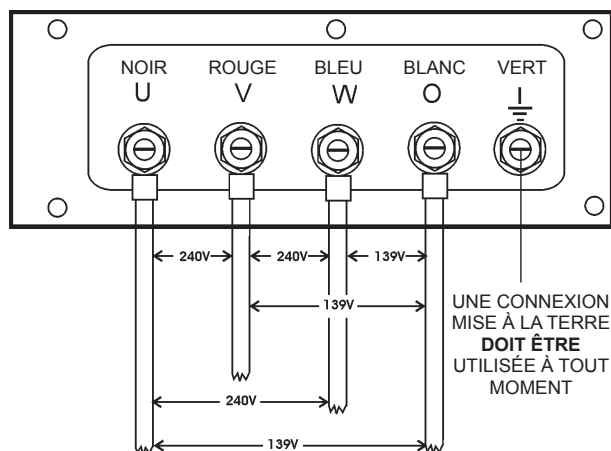

**Figure 21. Cosses de sortie UVWO
2. Connecter les fils de charge aux bornes UVWO comme indiqué dans la Figure 21.
3. Tourner le bouton du régulateur de tension (Figure 21) dans le sens horaire pour augmenter la tension de sortie, tourner dans le sens antihoraire pour diminuer la tension de sortie. Utiliser le bouton de réglage du régulateur de tension à chaque fois qu'un réglage fin de la tension de sortie est nécessaire.